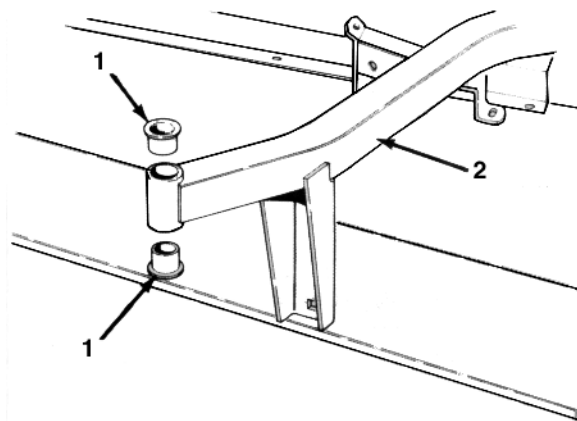

Fig. 12
- 4 Legg en rem i nedre spor på venstre spindel, skyv remmen under festeplaten og før den rundt midtre spindelskive. Stram remmen ved å føre løpeskiven mot remmen og trekke til løpeskivens flensmutter (fig. 12).